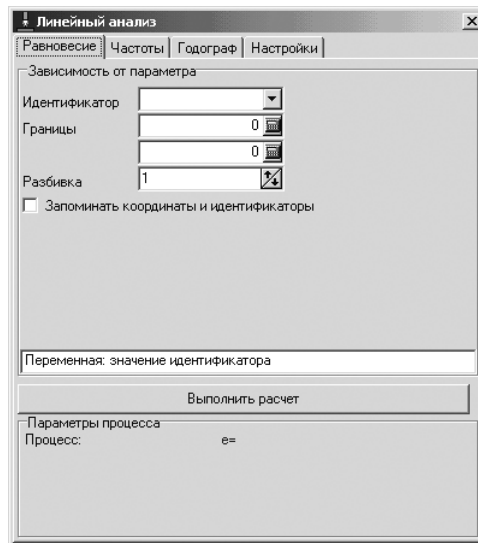

Рис. 1.43. Диалоговое окно **Линейный анализ** с открытой вкладкой **Равновесие**
Во всех трех случаях система перейдет в режим линейного анализа. Появится диалоговое окно **Линейный анализ**, изображенное на рис. 1.43.
- поместите указатель мыши в диалоговом окне **Линейный анализ** с открытой вкладкой **Равновесие** (см. рис. 1.43) над полем с текстом **Переменная: значение идентификатора**;